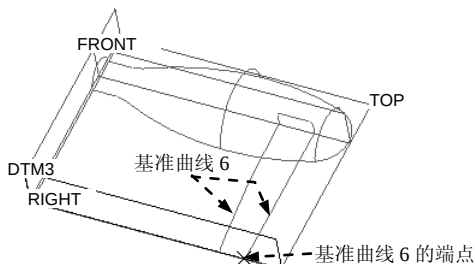

图 6.7.25 创建基准平面 DTM3
Step15. 创建图 6.7.25 所示的基准平面 DTM3。
(2) 如图 6.7.25 所示, 选择基准曲线 6 的端点, 设置为“穿过”; 按住 Ctrl 键, 再选择 FRONT 基准平面, 并设置为“平行”; 在“基准平面”对话框中单击  按钮。